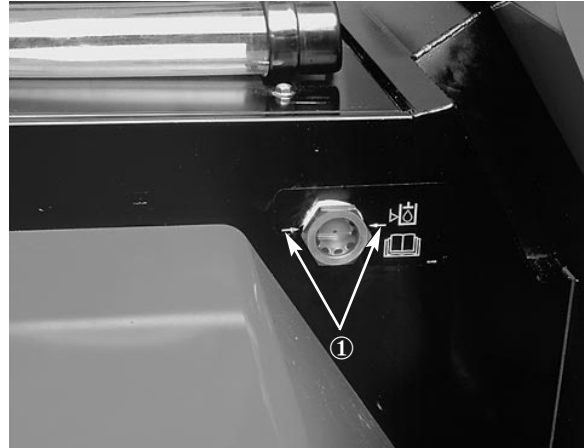
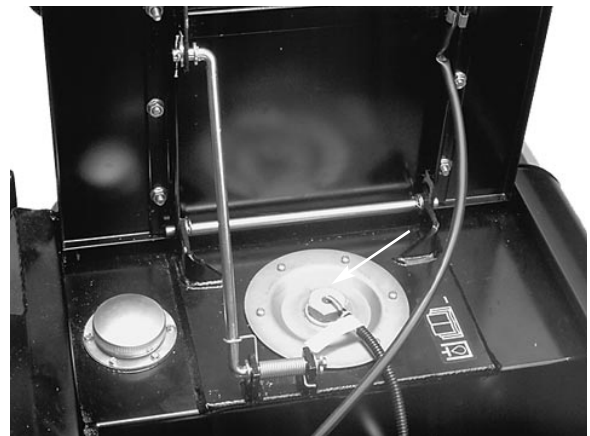

Figure 32
Figure 33
Lorsque la machine est garée sur une surface horizontale, le niveau d'huile hydraulique froide doit se trouver de 50 à 100 ml au-dessous des flèches du viseur. L'huile chaude doit être au même niveau que les flèches du viseur (Fig. 32).
2. Nettoyer le couvercle du réservoir (Fig. 33). Déposer le couvercle et faire l'appoint d'huile hydraulique de manière à atteindre le niveau des flèches du viseur (Fig. 32).
6. Examiner le viseur (Fig. 32). Le niveau d'huile chaude doit atteindre les flèches du viseur. Rectifier le niveau s'il est trop bas.